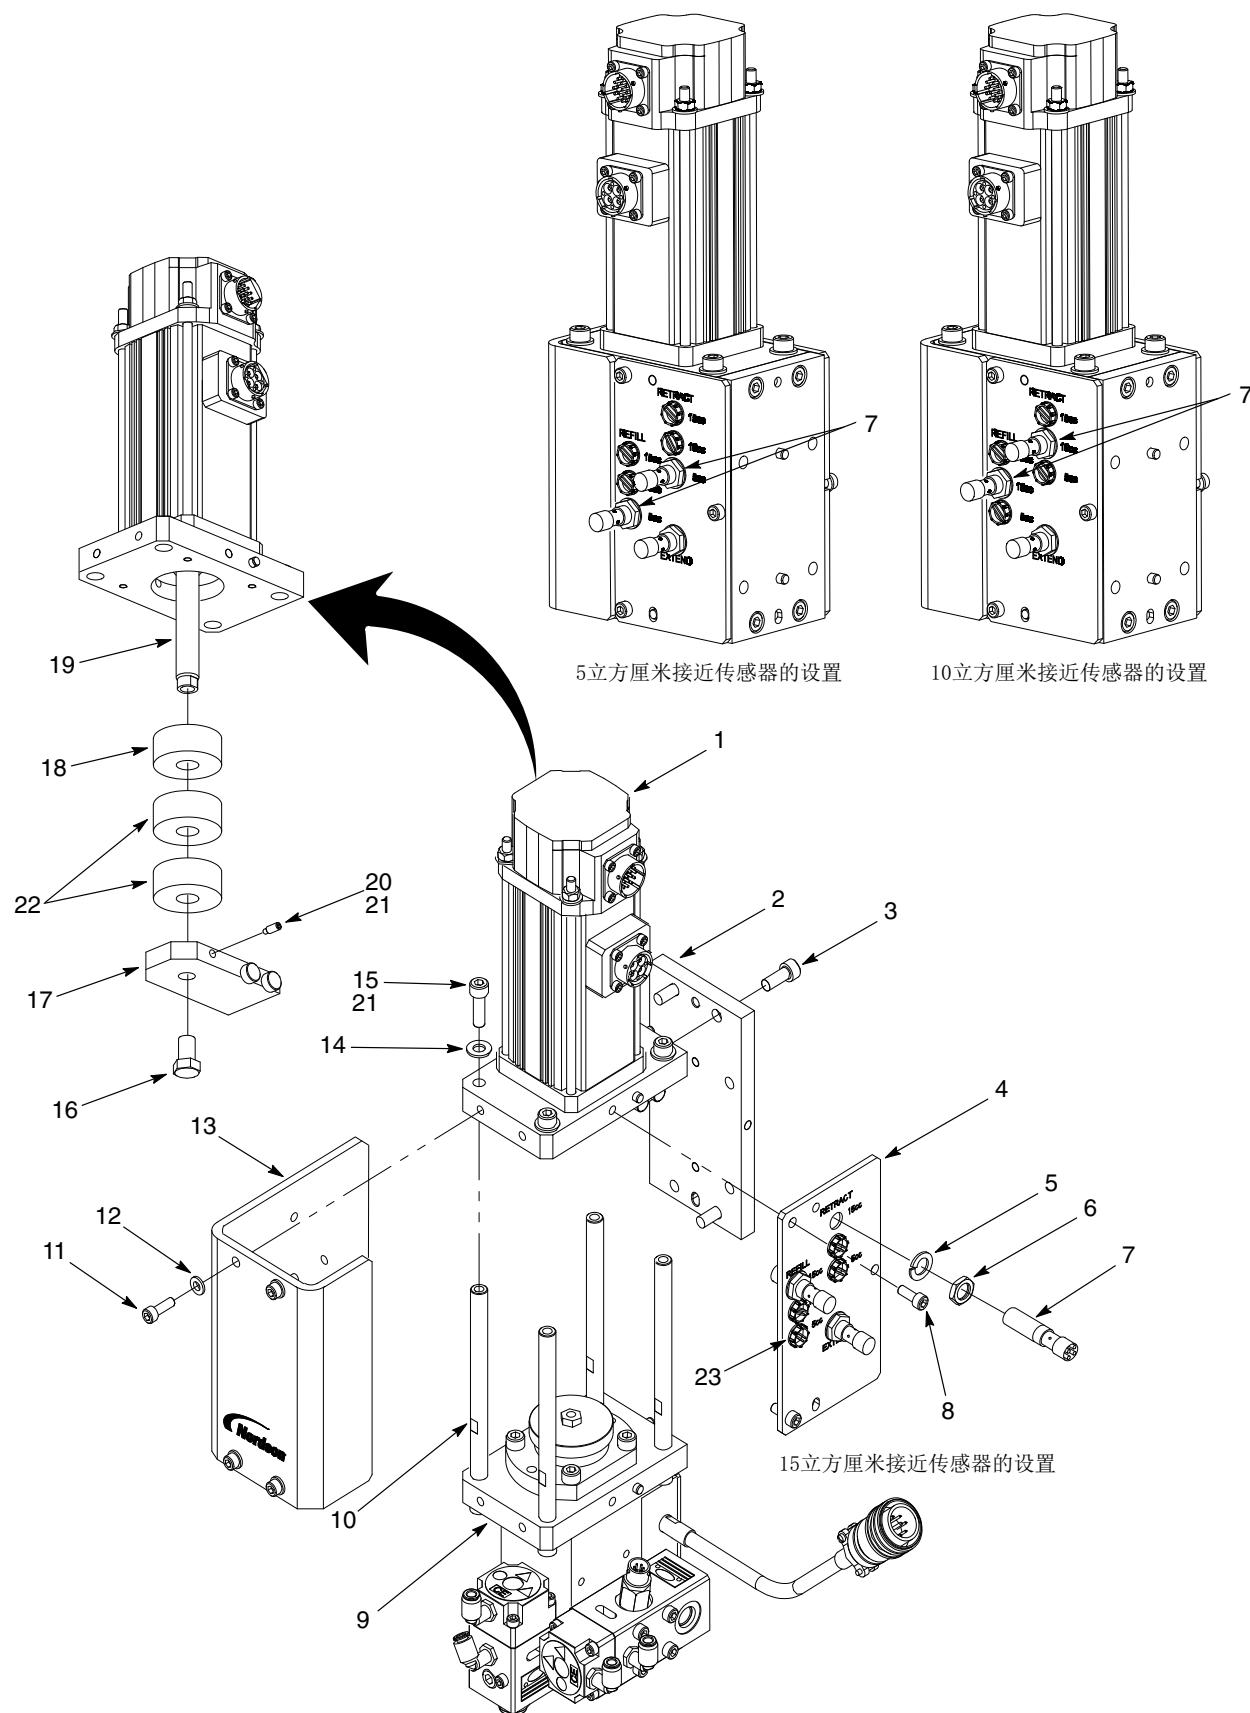

图 10 线性传动器和接近传感器的维修
请参见图10，并按照以下步骤更换线性传动器。
1. 详见图10。确保线性传动器(1)处于伸展位置，以便将轴(19)露出。
- b. 在固定螺钉(20)的螺纹上涂抹Loctite 242 (21)。将固定螺钉安装到防转臂(17)中。用手拧紧固定螺钉。
1. 详见图10。断开电缆与接近传感器(7)之间的连接。
5. 详见图10。使用垫圈(12)和螺钉(11)将覆板(13)安装到线性传动器(1)和外壳法兰(9)上。拧紧螺钉。
4. 详见图10。使用垫圈(12)和螺钉(11)将覆板(13)安装到线性传动器(1)和外壳法兰(9)上。拧紧螺钉。